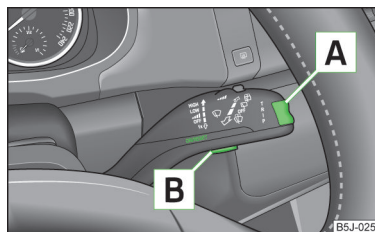

Fig. 7
- » Meniul principal **MAIN MENU** (meniul principal) se activează prin apăsarea lungă a tastei basculante **A** » fig. 7.
- Dacă pe afișaj sunt afișate mesaje de avertizare, acestea trebuie confirmate prin apăsarea scurtă a tastei **B** » fig. 7, pentru a apela meniul principal.
- Dacă pe afișajul MAXI DOT se afișează mesaje de avertizare, acestea trebuie confirmate cu tasta **[B]** » fig. 7 la pagina 18, pentru a apela meniul principal.